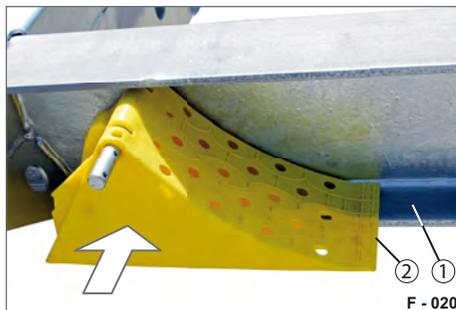

Abb. 35 Unterlegkeil einstecken
- ▶ Legen Sie die Spitze (Abb. 35/2) des Unterlegkeils auf die Kante des Fahrgestells (Abb. 35/1).